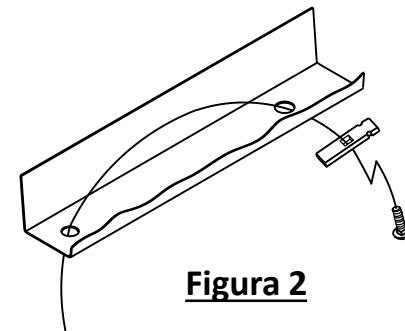

Figura 2
8. **Cable de insertar** – Instalar las piezas ① y ② en la pieza ⑤ e insertar en el orificio de acceso en el bastidor del vehículo, seguir las instrucciones en la Figura 2. Dejar la pieza ⑤ instalada hasta que el enganche esté en posición.